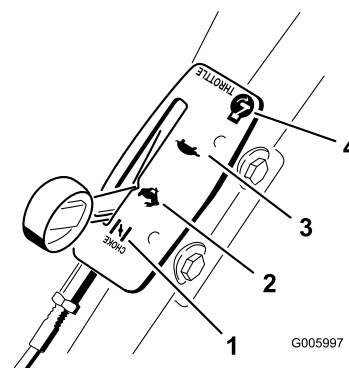

Figura 18
Los ajustes del acelerador se muestran en (Figura 18).
3. Mueva la palanca del estérter a la posición Estérter (Figura 18).
5. Mueva la palanca del estérter/acelerador a la posición Rápido (Figura 18).